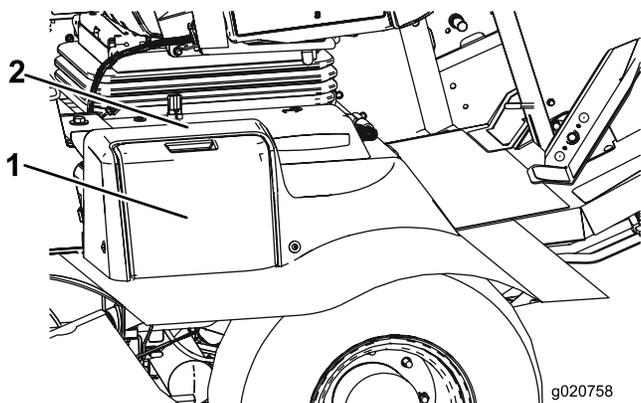

Figure 53
1. Ouvrez le couvercle de la batterie (Figure 53) sur le côté du carénage.
Remarque: Appuyez sur la surface plate au-dessus du couvercle de batterie pour en faciliter le retrait (Figure 53).